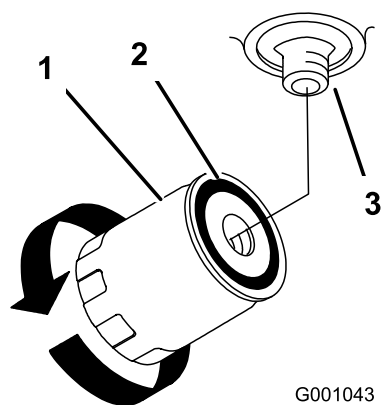

Figura 60
4. Localice el filtro debajo de la base del motor, y coloque un recipiente debajo del filtro (Figura 60).
5. Retire el filtro usado y limpie con un paño la superficie de la junta del adaptador del filtro (Figura 60).
9. Cuando el filtro hidráulico esté lleno, gire el filtro en el sentido de las agujas del reloj hasta que la junta de goma entre en contacto con el adaptador del filtro, luego apriete el filtro 1/2 vuelta más (Figura 60).